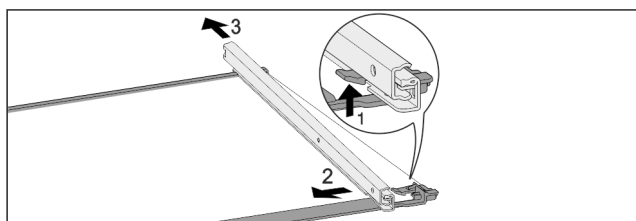

Fig. 115 Glasplaat met rails
- Voorste vergrendelhaak naar boven duwen. Fig. 115 (1)
- Uitschuifrail naar de zijkant Fig. 115 (2) en naar achteren Fig. 115 (3) wegschuiven.